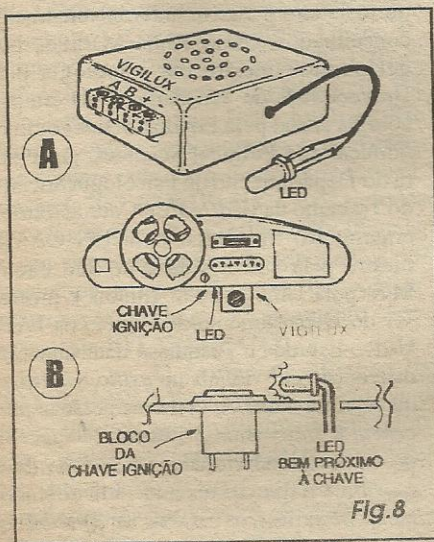

Fig. 8
- FIG. 8 - MONTAGEM DO FILTRO/DIVISOR - As ligações deverão ser feitas conforme indica o *chapeado*, mantendo especial atenção quanto à *polaridade* dos
- FIG. 8 - ACABAMENTO, INSTALAÇÃO FÍSICA E USO... - Em **8-A** temos uma sugestão simples e prática para o *encaixamento* do circuito num pequeno *container* plástico padronizado, devendo ser feitos alguns furinhos (para saída do som gerado...) na face principal, contendo o alto-falante colado ou parafusado pelo lado de dentro. Numa das laterais poderá ficar uma barrinha de segmentos parafusáveis (*Sindal*), com as respectivas identificações para as